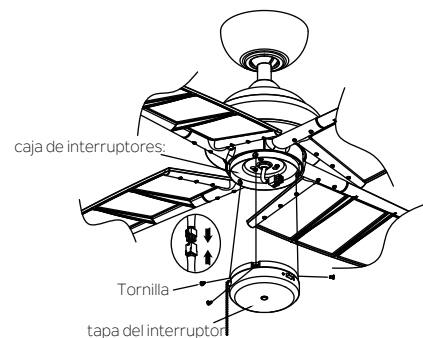

Fig. 18
Paso 1. Sujete la tapa del interruptor cerca de la caja de interruptores y conecte los conectores de 9 pines de la tapa del interruptor y el ventilador. (Fig. 18)
NOTA: Los dos conectores sólo pueden colocarse de una manera con sus colores para la identificación. Haga corresponder los colores de los dos conectores, luego haga presión entre ellos hasta que se traben. (Fig. 18)
Paso 2. Inserte las conexiones en forma ordenada dentro de la tapa del interruptor. Alinee tres orificios redondos sobre la tapa del interruptor y la caja de interruptores. Ajuste bien con los 3 tornillos encontrados en el paquete de piezas metálicas de la tapa del interruptor. (Fig. 18)